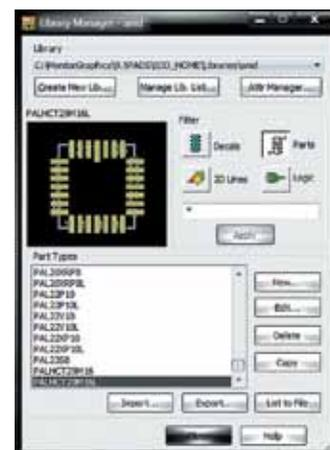

Рис. 3. Окно редактора Library Manager
- Library Manager (менеджер библиотек) — обеспечивает возможность разработки и управления библиотекой вашей компании. При помощи этого редактора можно группировать данные по компонентам (например, транзисторы в одном разделе, микросхемы в другом разделе), производить просмотр и редактирование информации, которая хранится в библиотеках. Library Manager (рис. 3) поддерживает связи между данными в разных библиотеках, что помогает модифицировать связанные библиотечные объекты. Каждая отдельная библиотека хранит посадочные места, компоненты, рисованные объекты и условные графические обозначения.